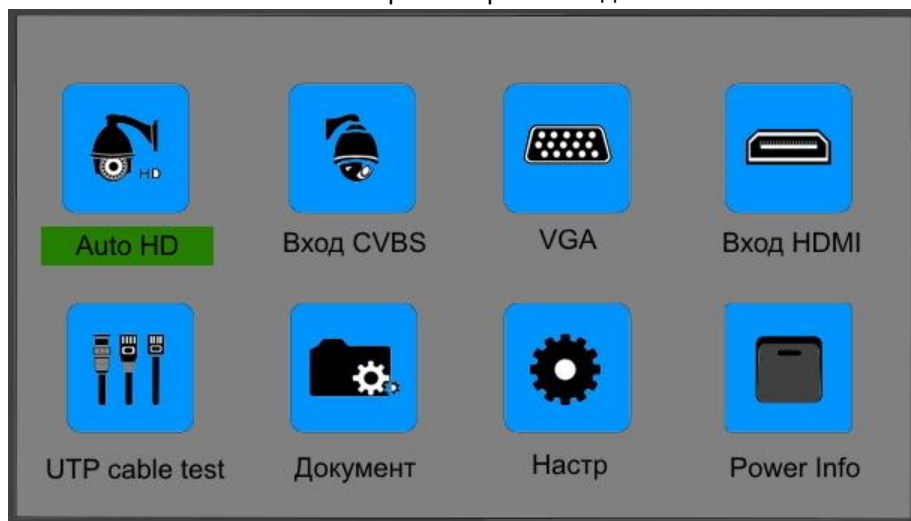

Рис.6 Главное меню тестера
Главное меню (Рис.6) содержит восемь иконок отвечающих за различные функции тестера. Навигация по меню осуществляется с помощью группы кнопок на верхней панели (3) Рис.3.